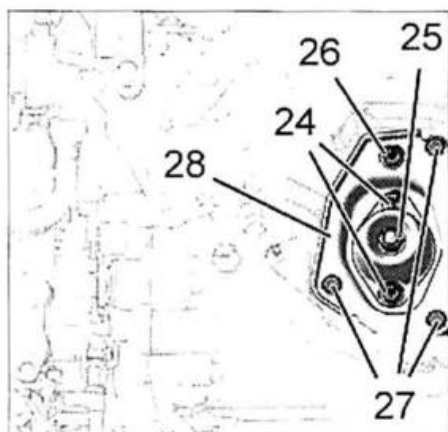

FIG. 7
- el soporte de los mandos de velocidades (21)
- Desmontar (fig. 7):
- los tres tornillos (27)
- la tuerca (26)
- los dos tornillos (24)
- la tuerca (25)
- el soporte (28)